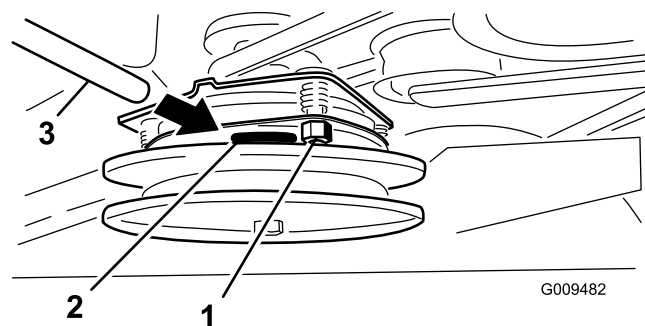

Figure 57
5. Serrez les contre-écrous jusqu'à ce la jauge d'épaisseur fléchisse légèrement mais puisse bouger facilement dans l'entrefer (Figure 57).